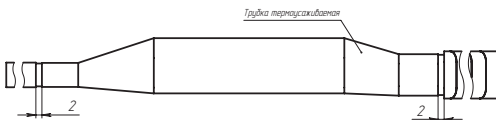

Рис. 7
5.7 Усадить с помощью воздушного термопистолета ($T=350\text{ }^{\circ}\text{C}$) трубку Deray-Splicemelt 18,0/4,5 (150 мм) (рис. 7)